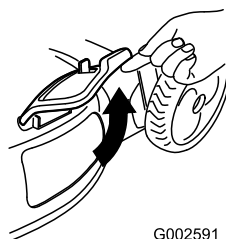

Figura 31
2. Alzate lo sportello di scarico laterale per aprirlo (Figura 31).